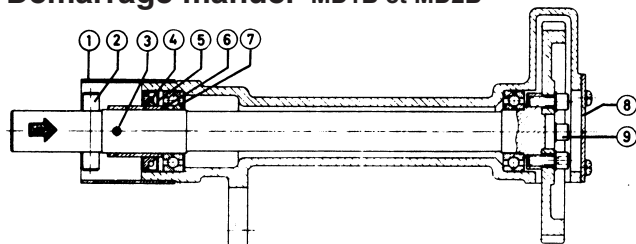

Figure 32. Démontage manuel, MD1B, MD2B
2. Démontez le couvercle (8), figure 32.
3. Enlevez les vis (9) et démontez le pignon.
4. Détachez la douille (1) qui est pressée sur le carter en frappant légèrement dessus.
5. Extrairez la goupille (2) en posant un support sous l'arbre.
6. Extrairez la goupille élastique (3) et retirez la douille (4).
7. Extrairez l'arbre du carter en le poussant dans le sens indiqué par la flèche, figure 32.
8. Démontez le joint d'étanchéité (5), le joint torique (6) et le roulement à billes (7).